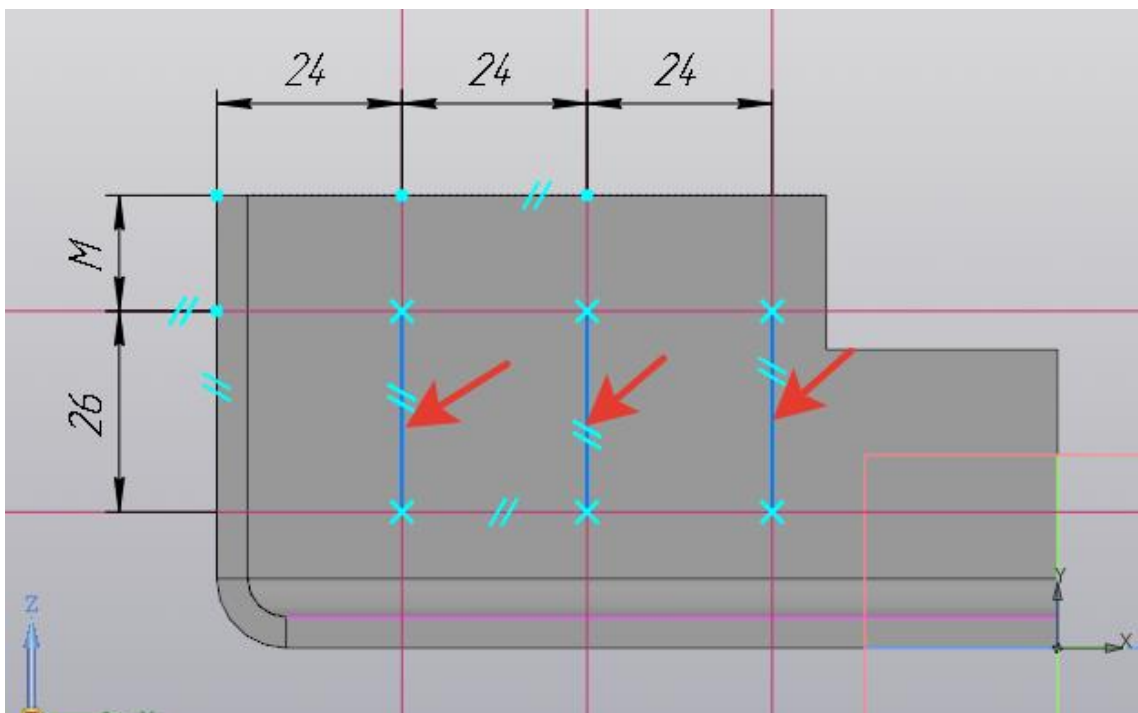

Рисунок 81.
10. С помощью *Вспомогательная параллельная прямая* и *Отрезок* формируем три отрезка по размерам (рисунок 81).